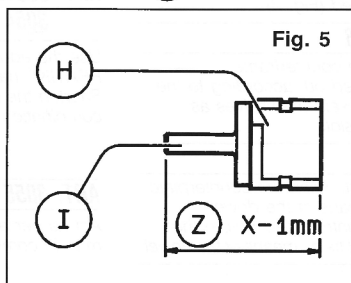

Fig. 5
- Accorciare il piolo di comando (1) ad una misura (Z) uguale allo spessore (X) del montante meno 1 mm (fig. 5).
- La serratura è stata montata con rotazione di chiusura DESTRA. Per invertire la mano allentare il grano di fissaggio (G) estrarre il cilindro (H), ruotarlo di 180° e inserirlo riavvitando il grano. Successivamente operare sulla maniglia svitando il grano di posizionamento (M), sfilare e ruotare l'ingegno (L) che riceverà il piolo e fissare nuovamente.
- Shorten the control pin (1) to a (Z) size equal to the thickness (X) of the jamb minus 1 mm. (Fig. 5).
- The lock has been mounted with a RIGHT closing rotation. To invert the rotation, loosen the stop dowel (G), take out the cylinder (H), make a 180 degree-rotation, insert the cylinder and screw the dowel. Then act on the handle by screwing the positioning dowel (M) extract and rotate the bit (L) which will receive the cotter and fix again.
- Raccourcir l'axe de commande (1) à une mesure (Z) égale à l'épaisseur (X) du montant moins 1 mm (fig. 5).
- La serrure a été montée par rotation de fermeture DROITE. Pour inverser le sens, éloigner la vis de fixation (G), extraire le cylindre (H), faire tourner de 180°, introduire le cylindre et visser à nouveau la vis. Après quoi oérer sur la poignée en dévissant la vis de positionnement (M), dégager et faire tourner le logement (L) qui recevra l'axe et fixer à nouveau.